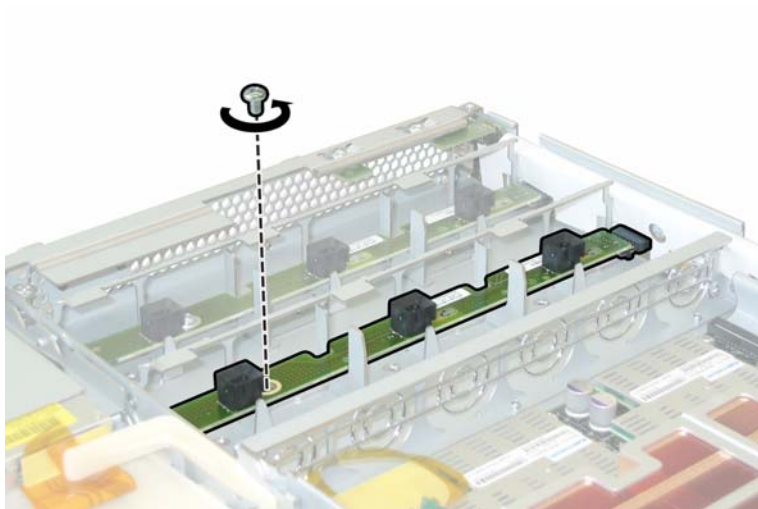

图 3-19 旋下风扇连接器板固定螺丝
5. 旋下将风扇连接器板固定到机箱的一颗螺丝。请参见图 3-19。